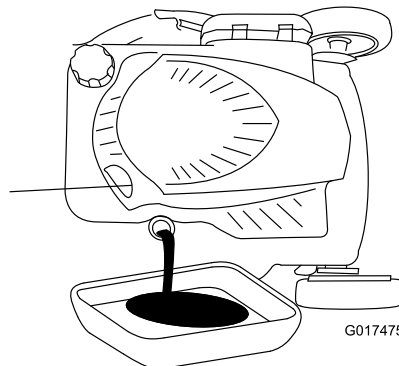

Figura 26
5. Coloque el cortacésped de lado con la varilla de aceite hacia abajo para drenar el aceite usado a través del tubo de llenado de aceite (Figura 26).